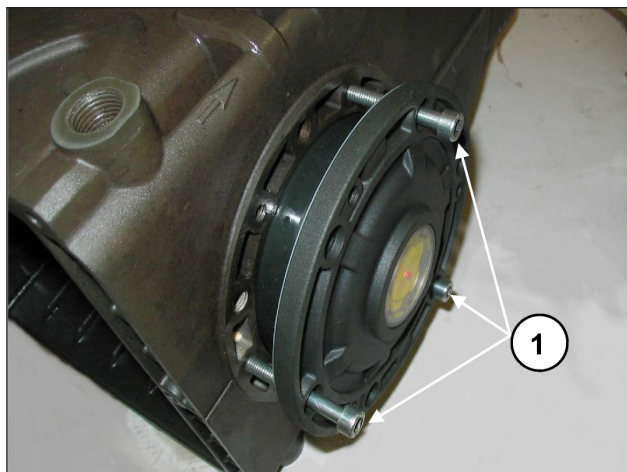

Fig. 8
Pour faciliter l'insertion du premier tronçon et l'insertion des couvercles sur le carter, utiliser 3 vis M6x40 partiellement filetées (Fig. 8, rep. ①) pour ensuite compléter l'opération avec les vis fournies (M6x18).
Pour l'assemblage des deux couvercles latéraux au carter, on peut utiliser 3 vis M6x40 pour une première phase d'orientation, comme l'indique la Fig. 8, et les vis prévues pour la fixation finale.